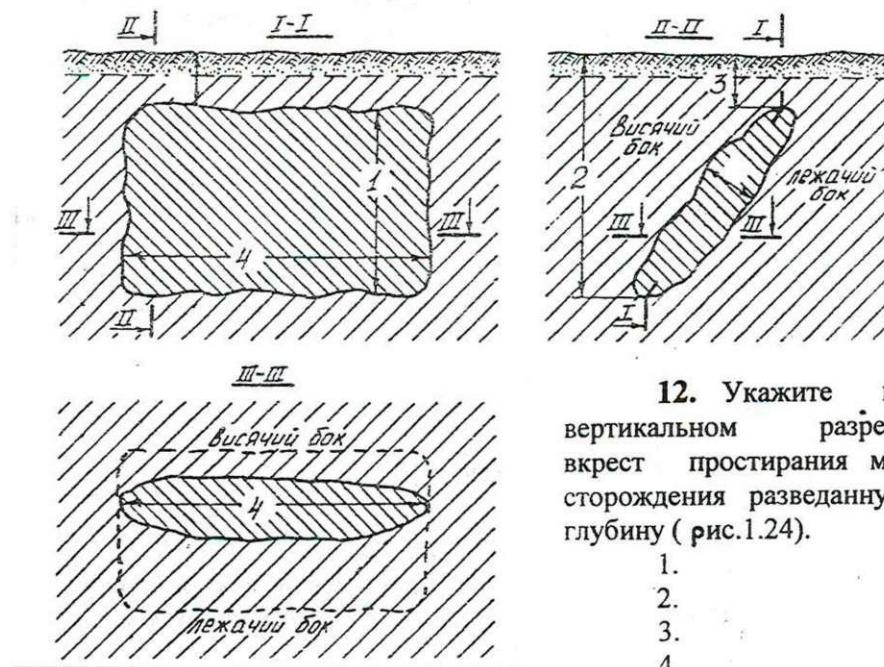

Рис. 1.24
12. Укажите на вертикальном разрезе вкrest простириания месторождения разведанную глубину (рис.1.24).